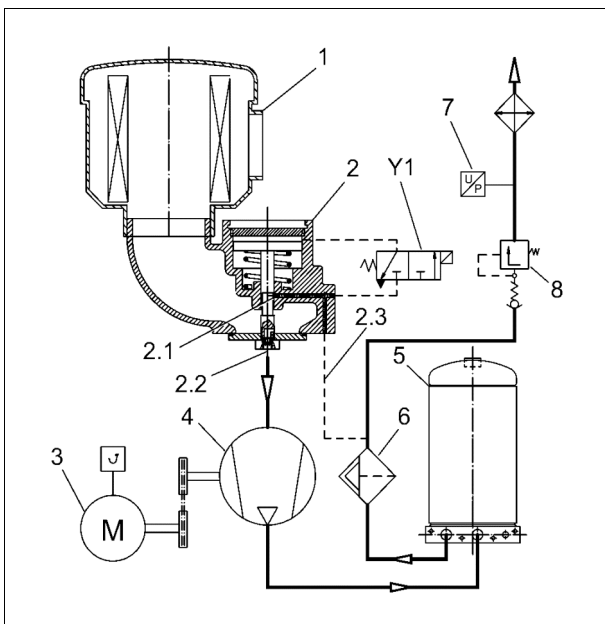

Bild 5b L15-L22
- Bei Anlagenstillstand ist der Ansaugregler (-2- Bild 5b) geschlossen.
- Das Magnetventil (Y1 Bild 5b) ist stromlos.
- Der Druckbehälter (- 5 - Bild 5b) wird über die Abblaseleitung (-2.1- und - 2.3 - Bild 5b) in den Ansaugkanal entlüftet.
- Der Elektromotor (- 3 - Bild 5b) läuft im Y-Betrieb an.
- Über ein Rückschlagventil (- 2.2 - Bild 5b) saugt der Kompressor eine gewisse Luftmenge an. Im Behälter baut sich Druck auf.
- Beim Umschalten auf Δ -Betrieb wird das Magnetventil (Y1 Bild 5b) mit Spannung versorgt, wodurch die Verbindung zwischen Druckbehälter und Ansaugregler hergestellt wird.
- Bei einem Behälterdruck von 4,5bar/65psi öffnet das Druckhalte- und Rückschlagventil (-8- Bild 5b)
- Erreicht der Druck am Sensor Netzdruck (-7- Bild 5b) den eingestellten oberen Schalterpunkt, wird das Magnetventil (Y1 Bild 5b) stromlos geschaltet.
- Der Ansaugregler (- 2 - Bild 5b) wird entlüftet und geschlossen.
- Der Druckbehälter (- 5 - Bild 5b) wird entlastet.
- Wird der untere Schalterpunkt vor Ablauf der 90 Sekunden erreicht, wird das Magnetventil (Y1 Bild 5b) wieder mit Spannung versorgt.
- Nach Drücken der AUS-Taste ☉ auf dem Bedienfeld (Bild 16) wird das Magnetventil (Y1 Bild 5b) stromlos geschaltet.
- Der Ansaugregler (- 2 - Bild 5b) wird geschlossen und der Druckbehälter (- 5 - Bild 5b) entlastet.
- Nach Ablauf von 30 Sekunden wird der Elektromotor (-3- Bild 5b) stillgesetzt.